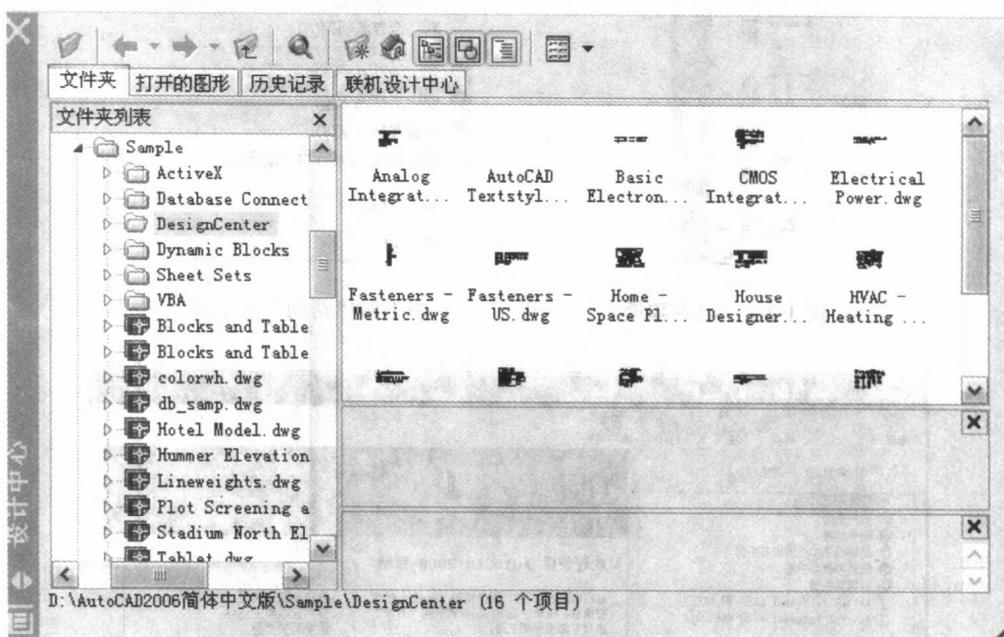

图1-6 “工具”菜单栏
(1) “工具”菜单栏→“设计中心”(图1-6)
(2) Ctrl+2
(3) 点击“工具”菜单栏上图标“”
4. 绘制实训图 1-6 所示的样板平面图。